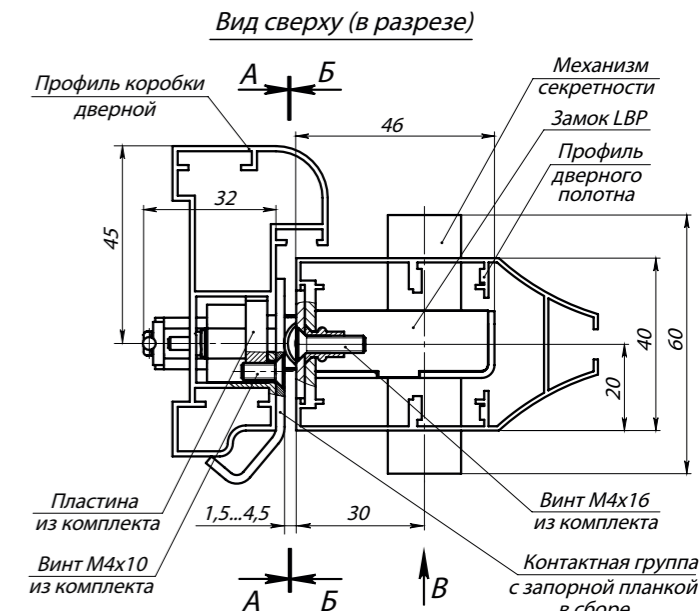

Рис. 2. Замок с контактной группой PERCo-BP1 в сборе (виды А, Б и В изображены на установочных шаблонах)
- профили дверного полотна Т34, Т53, Т81, Т85 и профиль дверной коробки Т72-14 (ООО «Петралюм»), или аналогичные им по своему сечению (см. рис. 2).